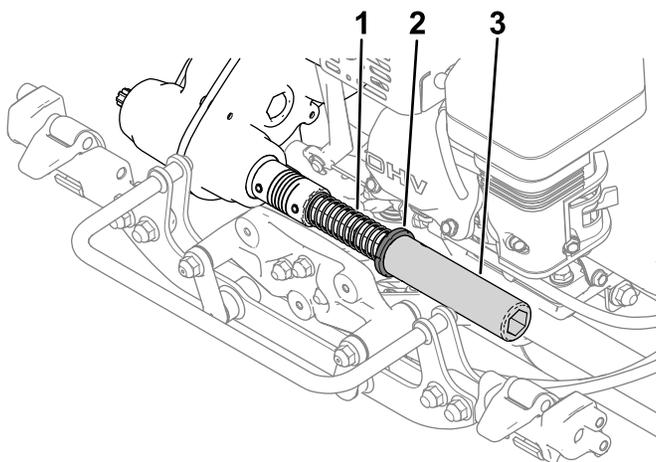

Figure 3
2. Installez le ressort, le collet et le tube hexagonal sur l'arbre d'accouplement de la transmission (Figure 3).